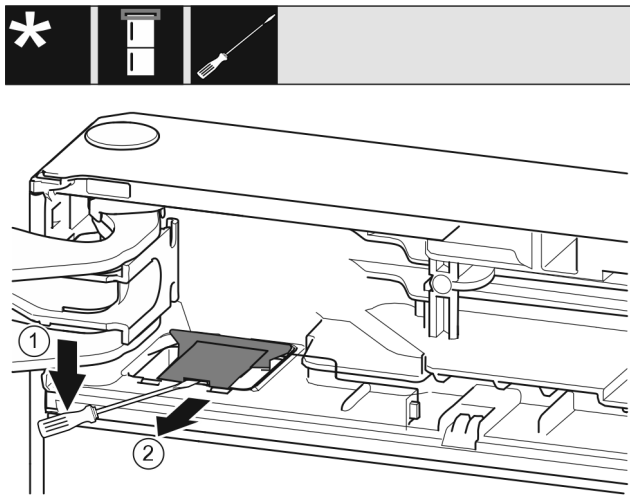

Fig. 9
- С плоска отвертка освободете и повдигнете капака. Fig. 9 (1)
- Извадете капака. Fig. 9 (2)